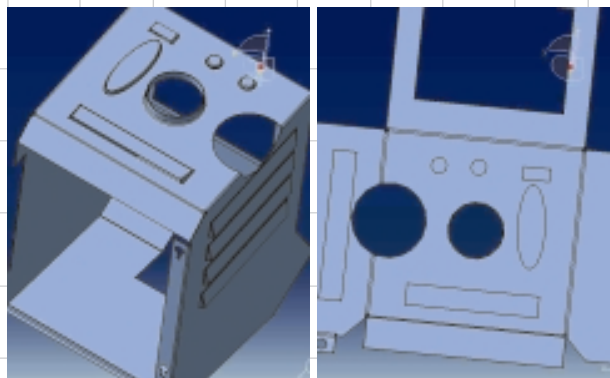

Рис. 7
- параллельная работа с трехмерной листовой деталью и с ее плоской разверткой (рис. 7);
- визуализация контуров изгибов и штамповочных элементов на развертке детали и на чертеже развертки (рис. 7).